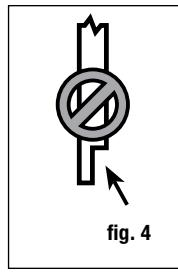

fig. 4
**Step 2** Install railing posts prior to installing deck boards. Cedar or pressure-treated pine 4x4 railing posts or a post mount provides the structural strength for the railing. The length of each post is determined by the total of the joist width (typically 7-1/4") + decking thickness (1") + railing height (36") + spacing for post cap (1-1/4") = 45-1/2". **Important: Do not notch the 4x4 railing posts. Notching will reduce the strength of the post and could result in railing collapse or failure (fig. 4).**
**Step 2** Install stair railing posts prior to installing stair treads. Cedar or pressure-treated pine 4x4 railing posts or a post mount provides the structural strength for the stair railing. The length of each post is determined by the total of the stringer width + tread thickness + stair railing height + spacing for post cap. **Important: Do not notch the 4x4 railing posts. Notching will reduce the strength of the post and could result in railing collapse or failure (fig. 4).**
**Étape 2** Installez les poteaux du garde-corps avant d'installer les planches de terrasse. Les poteaux du garde-corps de 10 X 10 cm (4 x 4 po) en cèdre ou pin traité sous pression, fournissent la force structurale pour le garde-corps. La longueur de chaque poteau est déterminée par la largeur totale de solive (généralement 18,4 cm (7 1/4 po)) + l'épaisseur du patio (2,5 cm (1 po)) + hauteur du garde-corps (91,4 cm (36 po)) + espace pour le capuchon du poteau (3 cm (1,25 po)) = 115,6 cm (45 1/2 po). **Important : Ne faites pas d'encoche dans les poteaux de 4x4 du garde-corps. Cela réduirait la force du poteau et pourrait mener à une défaillance ou l'écrasement du garde-corps (fig. 4).**
**Étape 5** Taillez les manchons de poteaux à leur longueur. Les manchons de poteaux devraient être d'au moins 3,6 cm (1-1/2 po) plus long que la hauteur du garde-corps (fig. 4). Exemple : Pour un garde-corps de 91 cm (36 po) de haut, découpez le manchon à au moins 97 cm (38 1/2 po), mais pouvant être laissé plus long si vous le désirez. Glissez un manchon de poteau taillé sur chaque poteau de garde-corps. Les manchons des poteaux devraient glisser facilement sur ceux-ci. NE FORCEZ PAS le manchon sur le poteau. Les poteaux 4 x 4 vrillés ou tordus devraient être remplacés. Glissez une garniture de base de poteau (facultative) sur chaque manchon de poteau pour offrir un beau fini. *Remarque : Il est recommandé d'installer la garniture de base de poteau avant la traverse inférieure. Cependant, la conception à deux pièces permet à l'installateur d'ajouter la garniture de base de poteau après l'installation de la rampe. Pour installer, appliquez une fine couche d'adhésif clair de construction pour l'extérieur, à l'intérieur de la garniture du poteau, là où elle entrera en contact avec le manchon de poteau, puis insérez en place, autour de la base du manchon de poteau.*